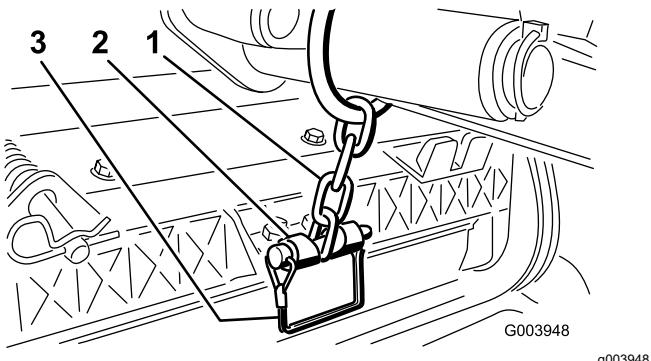

Figura 12
- Sujete la cadena del brazo de elevación al soporte de la cadena con el pasador de seguridad (Figura 12).